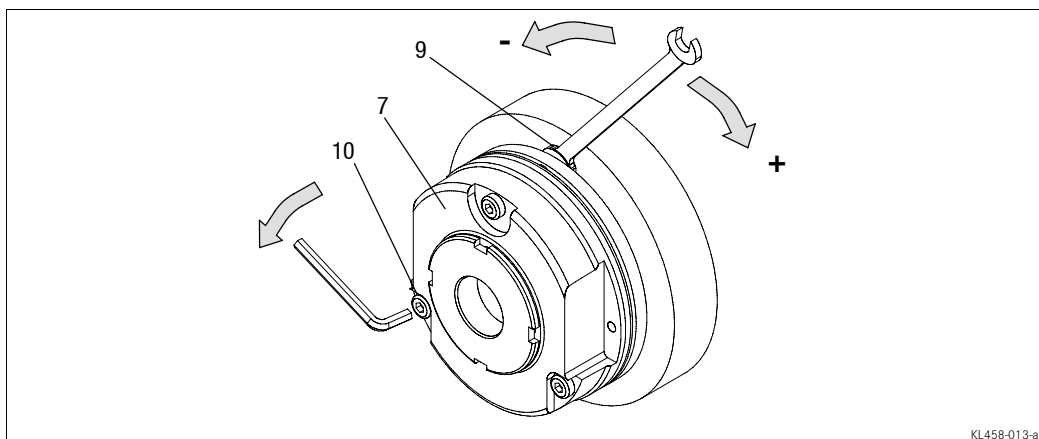

**Fig. 8 Réglage du couple**
6. Serrer les vis (10) uniformément. (couples voir tableau chap. 3.3 et Fig. 8).
7. Vérifier la course de déblocage " $s_{Lü\ nom}$ " à proximité des vis (10) à l'aide de la jauge d'épaisseur ( $s_{Lü\ nom}$ , voir tableau chap. 3.3 et Fig. 8).